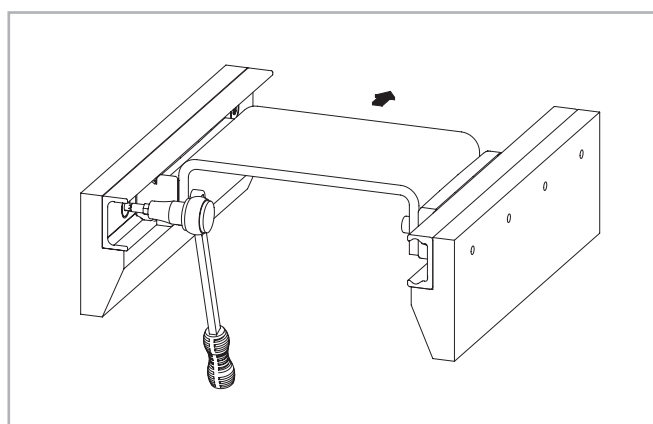

Рис. 170
(6) Переместите каретки с грузом в один из концов направляющих, и продолжите затяжку крепёжных винтов, поочерёдно затягивая винты в порядке их удаления от каретки, начиная с соседних с кареткой (рис. 170).